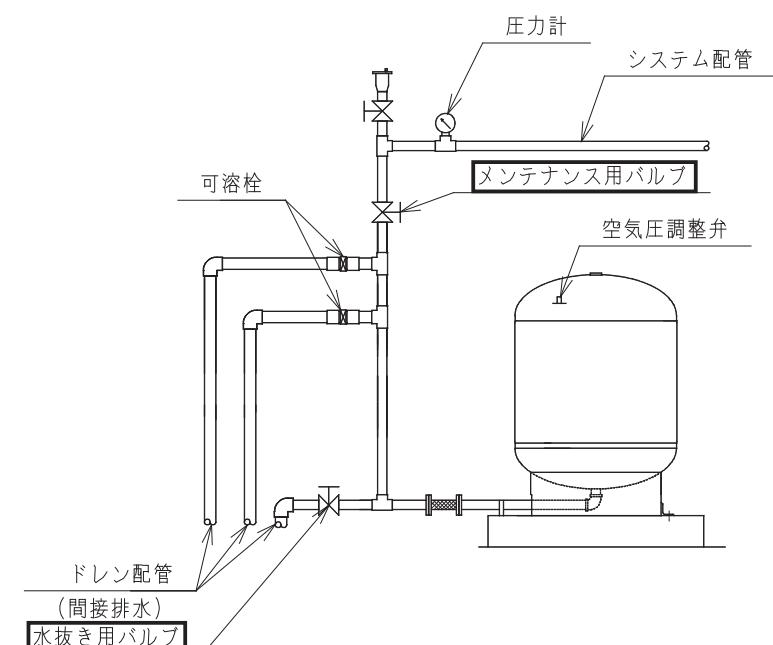

図9-1 施工例
(1) 下記の手順①～②に従って各バルブ（図9-1参照）を開閉した後、システム配管の水圧テストを実施してください。
①「メンテナンス用バルブ」を閉弁してください。
②「水抜き用バルブ」を徐々に開弁してください。
(2) システム配管の水圧テストを実施した後、下記の手順①～④に従って各バルブ（図9-1参照）を開閉し、「メンテナンス用バルブ」とタンクの間の配管に水張りしてください。
①タンクに水圧テスト時の圧力がかかっていないことを確認してください。
②「メンテナンス用バルブ」を徐々に開弁し、配管内の残存空気を排出してください。
③配管内の残存空気が抜けたことを確認してください。
④残存空気がないことを確認していただいた後、「水抜き用バルブ」を閉弁してください。